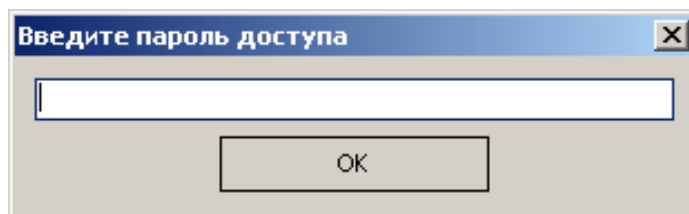

Рисунок 30
5. Нажать кнопку «Прोшить». Перед Вами появится окно (Рисунок 30):